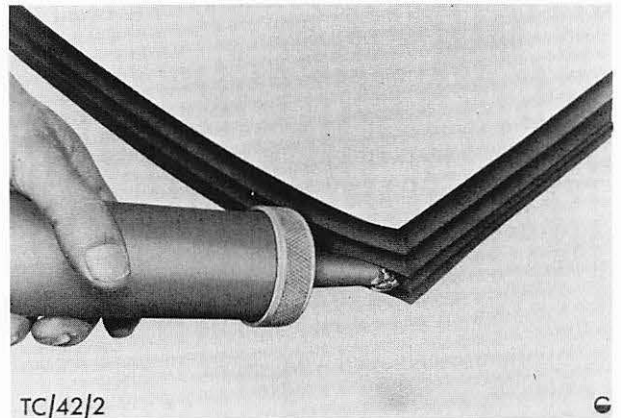

Abb. 27 Auflagefläche – Dichtungsgummi an Karosse mit Dichtmasse bestreichen
7. Auflagefläche des Dichtungsgummis (an Karosse) mit Dichtmasse bestreichen, Abb. 27, (nur Fahrzeuge aus Ford England Produktion) und Windschutzscheibe einsetzen.